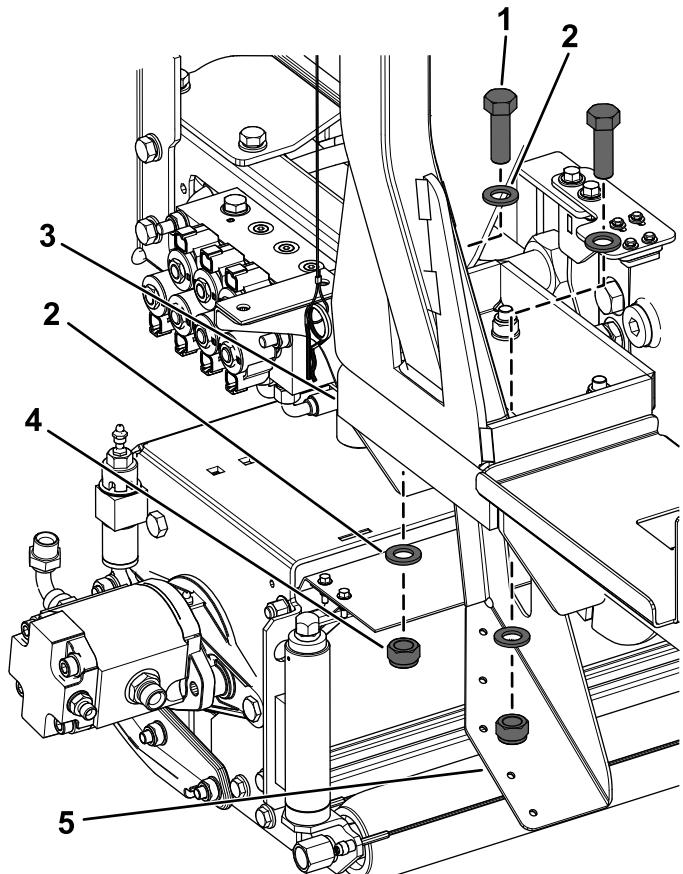

Figura 7
2. Fije provisionalmente el bastidor de aleta izquierda al soporte del ROPS izquierdo con los 2 pernos de cabeza hexagonal (16 x 50 mm) y 4 arandelas que retiró anteriormente y 2 contratuerzas nuevas (16 mm), tal y como se muestra en la Figura 7.